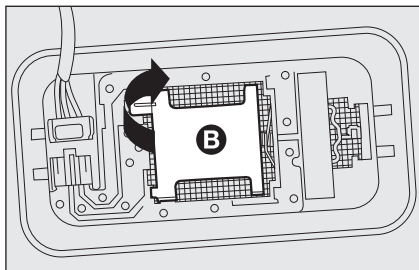

fig. 26
- aprire il coperchietto **B-fig. 26** come indicato;